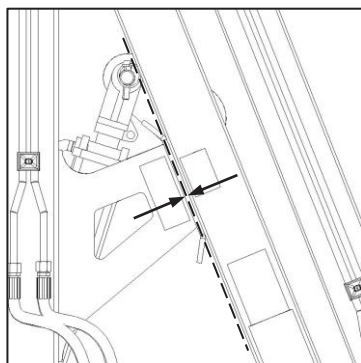

Fig.1
- ✔ Always return these implements to the rest position before transporting hay bales over extended distances (Fig. 1).
- ✔ Herstel hierdie implemente altyd tot die rusposisie voordat die bale oor lang afstande vervoer word (Fig. 1).